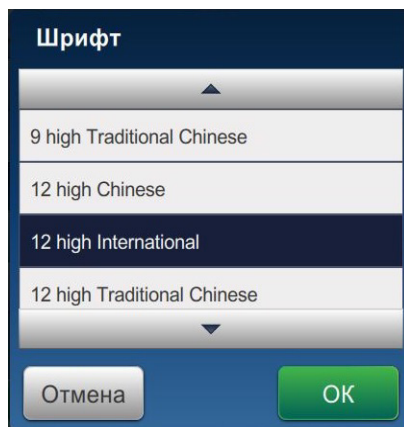

Рис. 5-17: Экран ввода размера шрифта
8. Нажмите кнопку *Шрифт* и выберите *12 (международный формат)* из раскрывающегося списка, как показано на Рис. 5-17. Нажмите кнопку  .
28. Нажмите кнопку *Шрифт* и выберите *12 (международный формат)* из раскрывающегося списка, как показано на Рис. 5-17. Нажмите кнопку .